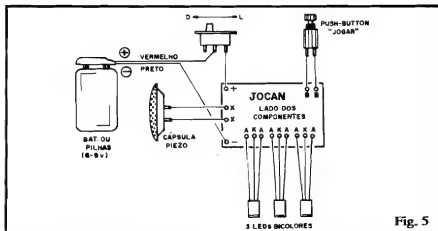

Fig. 5
- **FIG. 5** - As tais "conexões externas"... A placa continua vista pelo lado **não cobreado** (os componentes são intencionalmente omitidos, para não "complicar o visual"...). Observar as ligações do **push-button** (aos pontos "B-B"), da cápsula de cristal, piezo (pontos "X-X") e alimentação: **positivo** (fio vermelho) ao ponto "+" e **negativo** (fio preto) ao ponto "-". Notar que a chave geral (H-H mini) deve ficar intercalada no fio do **positivo** da alimentação (vermelho). Quanto aos 3 LEDs, observar que cada grupinho de ilhas ("A-K-A") recebe os 3 terminais de um LED, sendo que a única exigência (mais do que lógica e óbvia...) é que o terminal